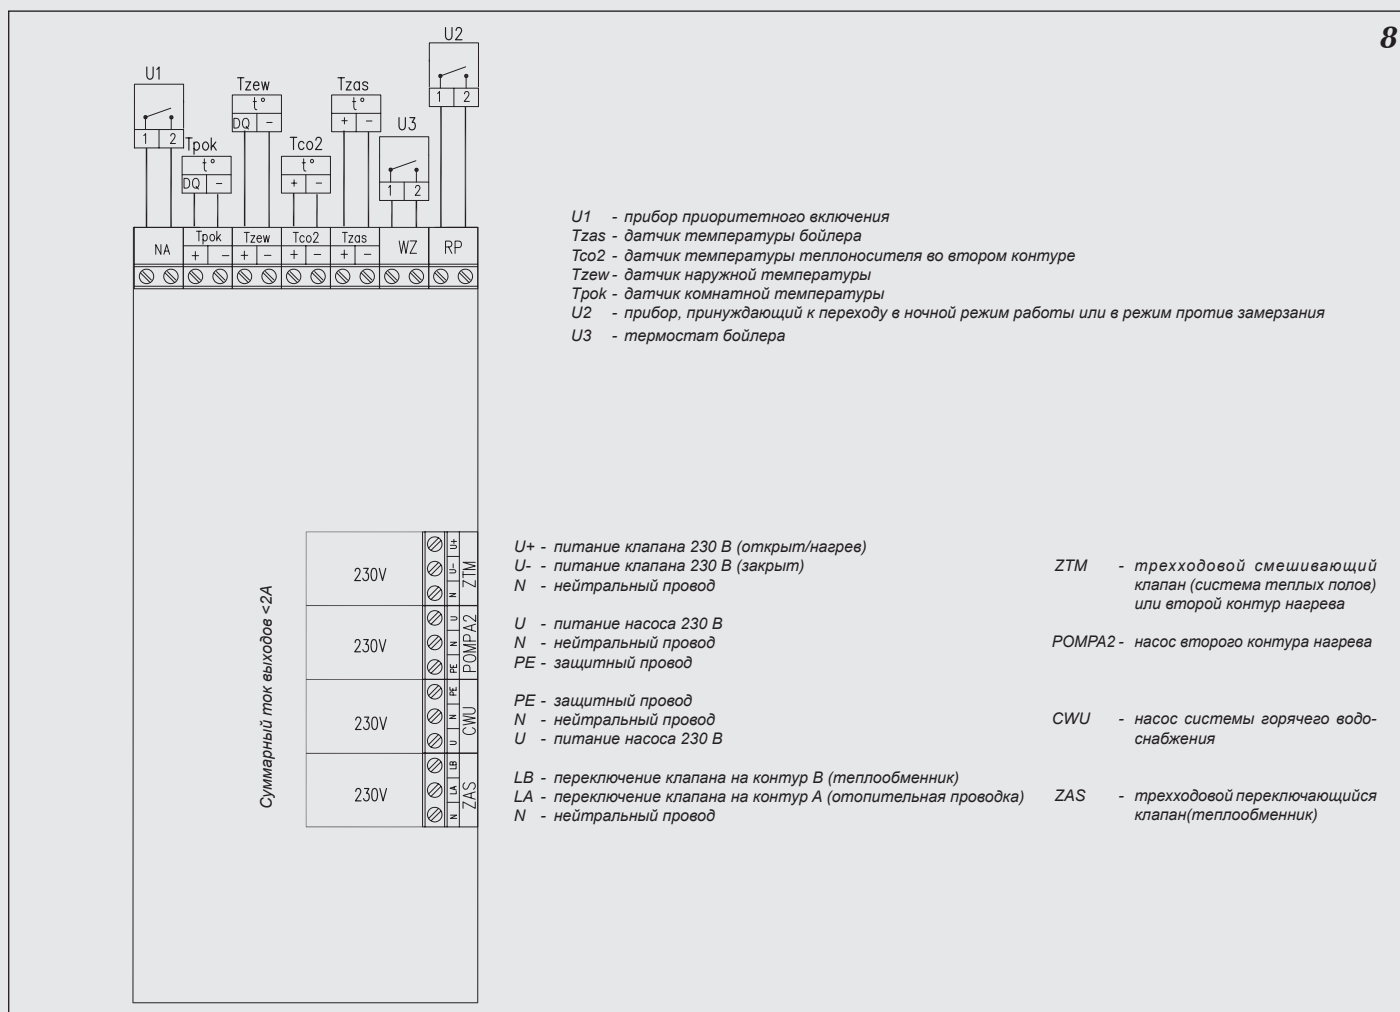

Рис.8 Подключение наружных устройств к плате ZIO
К котлу EKCO.M1z можно подключить, в зависимости от потребности, ряд дополнительных приборов или необходимых датчиков (рис. 8).
К котлу EKCO.M можно подключить прибор приоритетного включения – например проточный водонагреватель (рис.8), который будет выключать нагрев котла. Это решение используется с целью ограничения потребления максимальной мощности. Приоритетный прибор должен иметь выход сигнального управления. Прибор приоритетного включения подключается при помощи провода (напр. LIYY 2x0,14) к клеммам „NA” на плате ZIO. **На клеммы „NA” запрещается подавать какое-либо напряжение!** Перед подключением приоритетного прибора следует проверить имеет ли он выход сигнального управления. Если приоритетный прибор может управлять только сигналом напряжения, следует использовать соответствующее реле.
Из этих двух способов можно выбрать один при помощи соответствующей установки в сервисном меню. Способ подключения клемм термостата и датчика температуры в теплообменнике представлен на рис.8.
На электронном модуле рис.8 имеются клеммы ZAS. На клемму LB подается напряжение 230В в случае, если есть необходимость догрева воды в теплообменнике. На клемму LA подается напряжение 230В в случае, если котел греет теплоноситель в отопительной проводке. К этим клеммам можно подключить трехходовой клапан, который будет переключать отопительный контур на запитку теплообменника. В случае запитки теплообменника температура теплоносителя стандартно устанавливается на уровне 85°С. Эту величину можно изменить в сервисном меню.
На рис. 8 представлен способ подключения трехходового клапана к котлу. Принято, что выход горячего теплоносителя из котла подключен к входу „АВ” переключающегося клапана а выходы А и В служат соответственно для:
- Коричневый провод кабеля 45900445-013В подключить к клемме LB согласно рис. 8.
- Синий провод кабеля 45900445-013В подключить к клемме „N” согласно рис. 8.
Котел ЕКСО.М1z может управлять насосом системы горячего водоснабжения. Управление основано на включении или выключении этого насоса в зависимости от установленной суточной программы. Таким образом насос можно отключить, например на ночь. Насос подключается к плате ZIO согласно рис. 8. Напряжение питания насоса – 230В.
На плате ZIO рис.8 имеется разъем RP, замыкание которого приводит к переходу котла в режим работы против замерзания или в ночной режим работы. Выбор одного из этих режимов осуществляется в сервисном меню. Также как и на разъем NA, на него нельзя подавать напряжение!